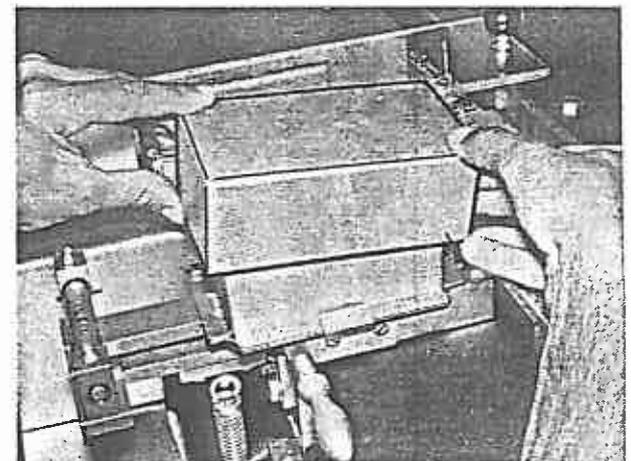

Bild 46
5. Nach dem Füllen des Kipptellers Karton über den Führungswinkel stülpen (Bild 46).